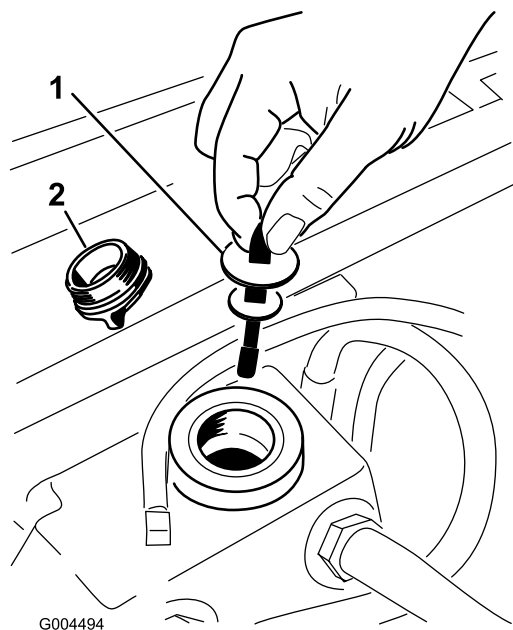

图57
5. 从加油颈上取下液压加油盖 图57。
6. 取出量油尺用干净的抹布擦拭 图57。
7. 将量油尺放入加油颈然后再取出检查液位 图57。